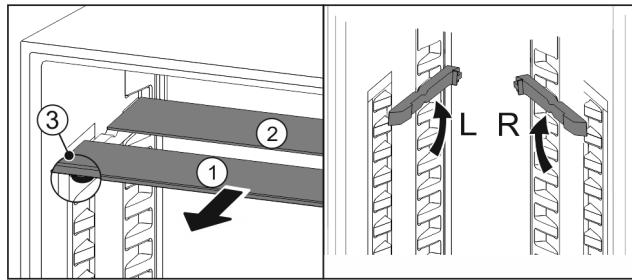

Fig. 35
- Издърпайте Fig. 35 (1) поотделно стъклените площи напред.
- Стъклената плоча Fig. 35 (1) с декоративната лайстна е отпред.
- Ограничителите Fig. 35 (3) сочат надолу.